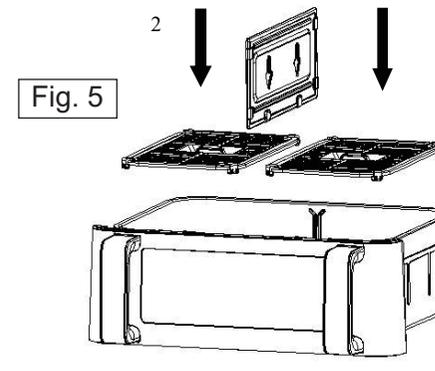

Fig. 5
- Placez les grils de friture dans le panier (Fig.5).